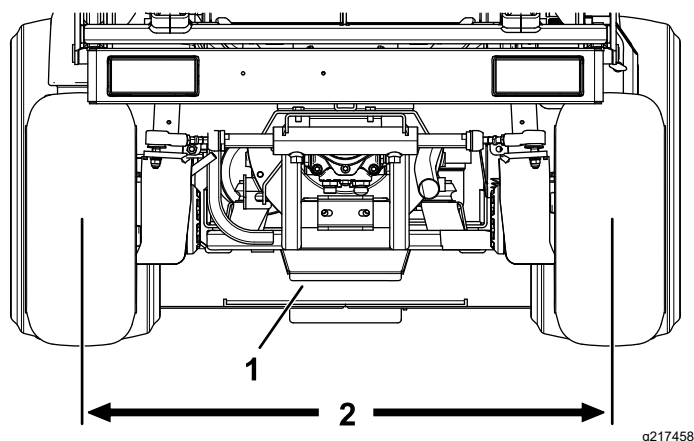

Figure 83
2. Réglez les biellettes jusqu'à ce que l'entraxe soit identique à l'avant et à l'arrière des roues arrière (Figure 83).